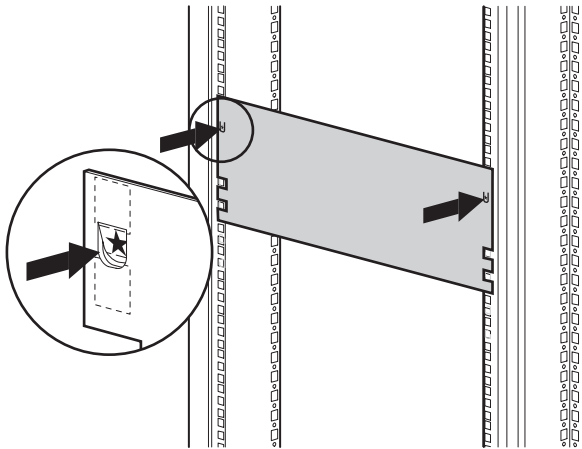

Figura 2-2. Mascherina della libreria
1. Utilizzare la mascherina in dotazione con la libreria per contrassegnare la posizione dei componenti hardware sulle guide di montaggio del cabinet (vedere la Figura 2-2).